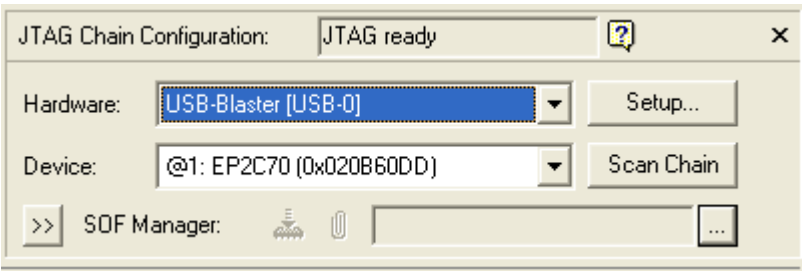

图 3-46 选择硬件环境
28. 选择硬件, 首先连接号 DE2-70, 然后在文件右上的 Hardware 下拉菜单中选择 USB-Blaster, 选好后应能自动识别出 Device 是 EP2C70。选择后的情况如图 3-46 所示。